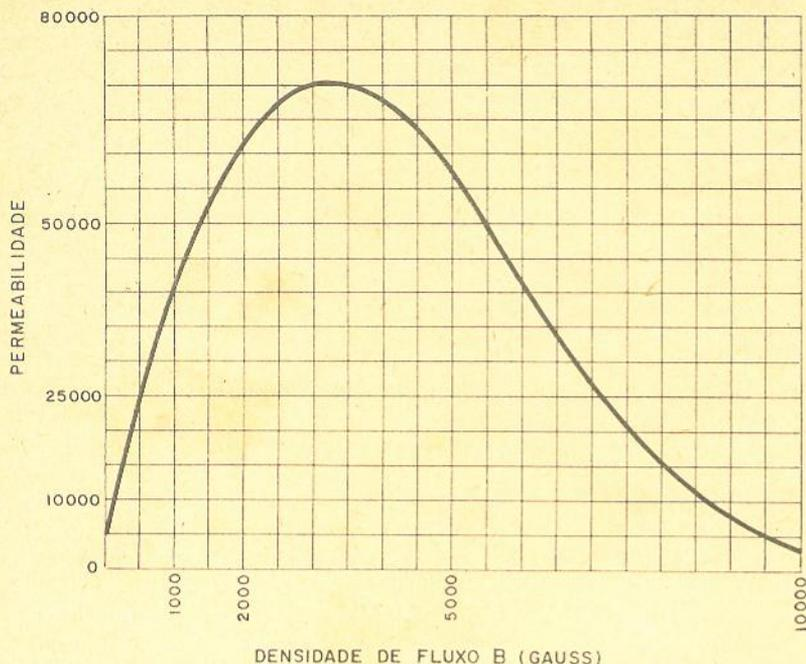

Figura 4
A curva B-H fornece geralmente a permeabilidade do material à CC. Nos trabalhos de projeto de transformadores normais, que vamos estudar, podemos contar com as curvas que fornecem diretamente a permeabilidade do material em função da densidade magnética (B). A figura 4 apresenta uma curva típica dessa natureza.